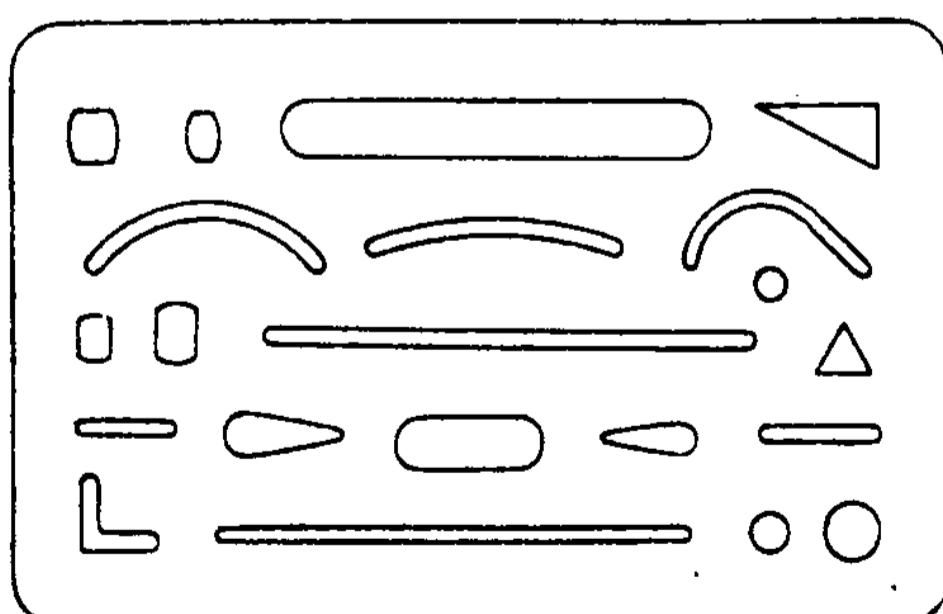

图 1-16 擦线板
5. 擦线板 擦线板是用来擦去画错图线的工具，是用透明胶片或金属片制成，如图 1-16 所示。